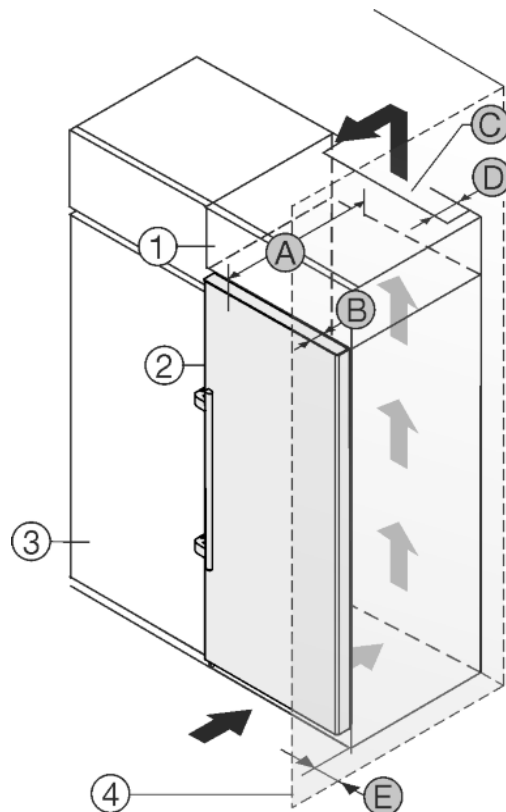

Fig. 21
L'appareil peut être réagencé avec des buffets de cuisine. Pour adapter l'appareil Fig. 21 (2) à la hauteur du coin cuisine, une rehausse Fig. 21 (1) peut être posée sur l'appareil.
L'appareil peut être installé directement à côté du buffet de cuisine Fig. 21 (3). Pour pouvoir ouvrir complètement les portes, l'appareil doit déborder de la profondeur Fig. 21 (B) par rapport à la façade du buffet. L'appareil peut déborder encore plus en fonction de la profondeur des buffets et de l'utilisation de cales d'épaisseur.
- Une sortie d'air avec la profondeur Fig. 21 (D) doit être présente au dos de la rehausse sur toute sa largeur.
- La section de ventilation Fig. 21 (C) sous plafond doit être respectée.
Si l'appareil avec les charnières est installé près d'une paroi Fig. 21 (4), la distance Fig. 21 (E) entre l'appareil et la paroi doit être respectée. Ceci correspond à la saillie de la poignée avec la porte ouverte.